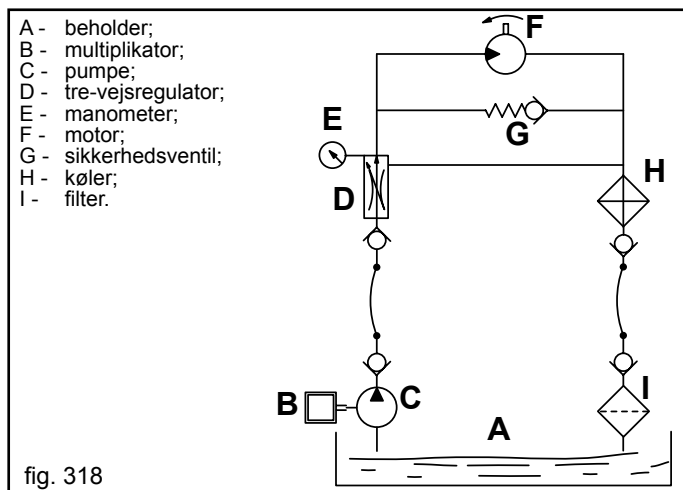

fig. 318
- Olieforsyning: følg dataene i skemaet Fig. 318.